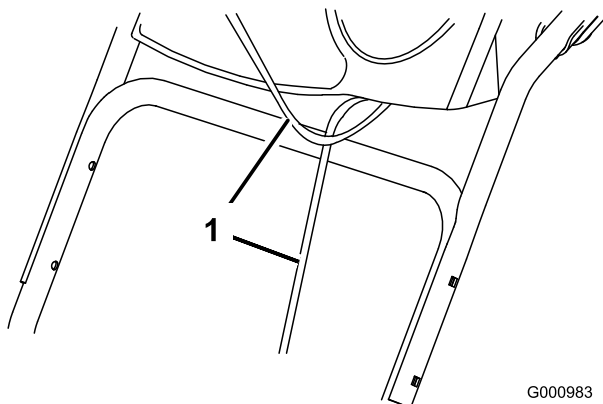

Bild 4
1. Heben Sie den oberen Holm an und drehen Sie ihn, sodass er über dem unteren Holm positioniert ist (Bild 4).